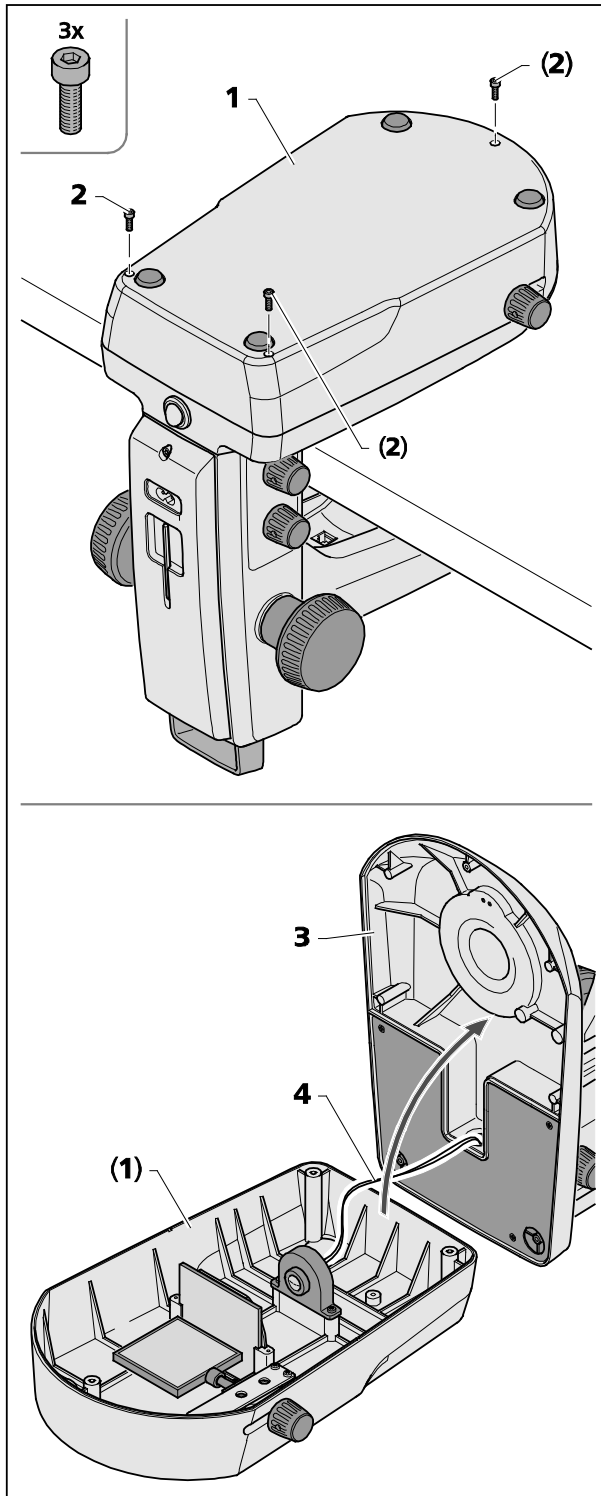

Fig. 23 Aprire la piastra di copertura dello stativo K LAB
Il basamento di luce trasmessa (Fig. 23/1) può rimuoversi dalla piastra di copertura dello stativo (Fig. 23/3) per la pulizia o l'estrazione di corpi estranei caduti non intenzionalmente nello strumento.
- Svitare le tre viti (Fig. 23/2) dalla piastra di copertura dello stativo (Fig. 23/1) dalla piastra di copertura dello stativo SW 2,5 e metterle da parte.
- Togliere la piastra di copertura dello stativo (Fig. 23/3) con precauzione dal basamento di luce trasmessa (Fig. 23/1) e mettere da parte lo stativo.
Badare a che il cavo (Fig. 23/4) non sia separato dal basamento di luce trasmessa (Fig. 23/1).